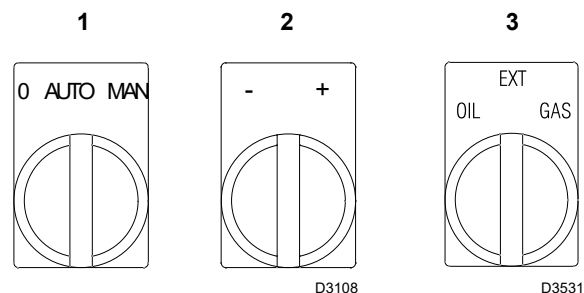

Abb. 34
Die Fernsteuerungen schließen und den Schalter 1)(Abb. 34) auf „MAN“ stellen.
- 1 mit dem Wahlschalter 3)(Abb. 34);
Wenn der Wahlschalter 3)(Abb. 34) auf EXT positioniert ist, ist die Fernauswahl des Brennstoffs aktiviert.
Den Wählschalter 2)(Abb. 34) „Verringern der Leistung“ drehen und in Richtung „-“ gedreht halten, bis der Stellantrieb die Luftklappe und die Gasdrossel auf 35° geschlossen hat (werkseitig durchgeführte Einstellung).
- Schalten Sie den Brenner mit dem Wählschalter am Bedienfeld in der manuellen Position 1)(Abb. 34) ein.
- Drehen Sie an dieser Stelle den Wählschalter 3)(Abb. 34) auf **GAS** und kontrollieren Sie, dass der Gasbetrieb ordnungsgemäß auf der gewünschten Leistung funktioniert. Sollte dies nicht der Fall sein, müssen Sie den Gasnocken wie unter oben genanntem Punkt **C (Gasnocken)** einstellen.